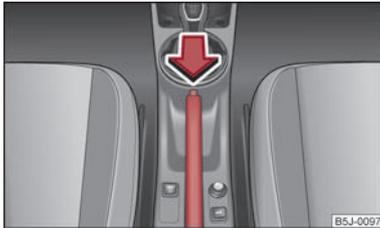

Abb. 80 Mittelkonsole: Handbremse
- Ziehen Sie den Handbremshebel etwas hoch und drücken Sie **gleichzeitig** den Sperrknopf ⇒ Abb. 80 hinein.